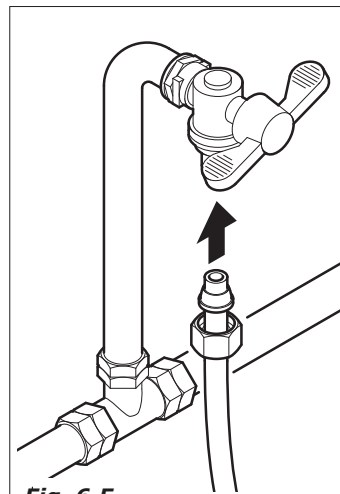

Fig. 6.5
- Brancher le robinet au distributeur en utilisant, à cet effet, un tube en nylon de type alimentaire et supportant la pression du réseau. Dans le cas où l'on utilise un tube flexible, il faut placer, à l'intérieur, la douille de renforcement fournie (Fig.6.5).